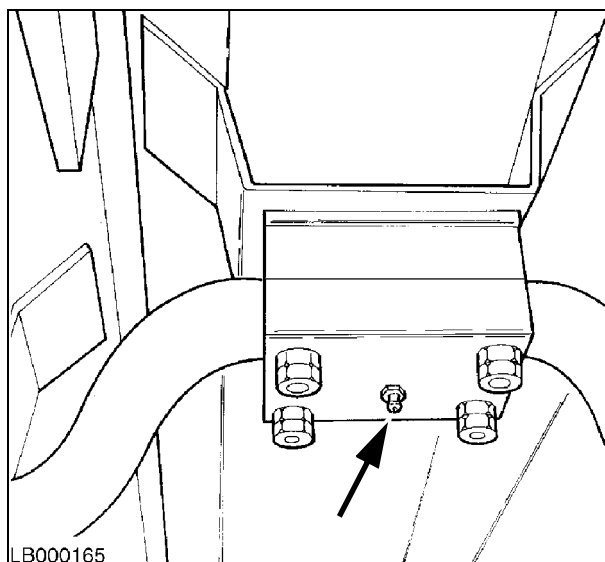

Рис. 22
15. ОПОРЫ ЗАДНЕГО КЛАВИШНОГО СОЛОМОТРЯСА - Рис. 22